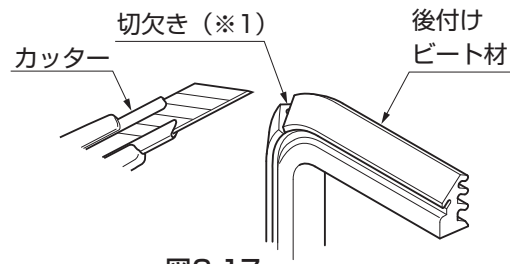

図6-17
- 後付けビート材を折り曲げる箇所(※1)に、カッター等で切欠きを入れてください。(図6-17参照)